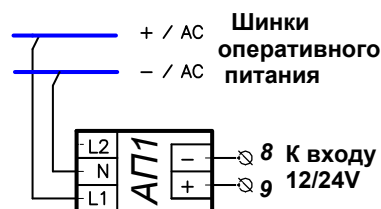

Рис. 7 Схема питания блока БУАВР от изолированного источника оперативного питания
5.6. При питании блока БУАВР от источника оперативного питания 110/220В переменного (выпрямленного) или постоянного тока, не допускающего соединения с нейтралью, рекомендуется использование адаптера питания АП1, который необходимо подклю-чить к входу 12/24В блока БУАВР, рис.7.